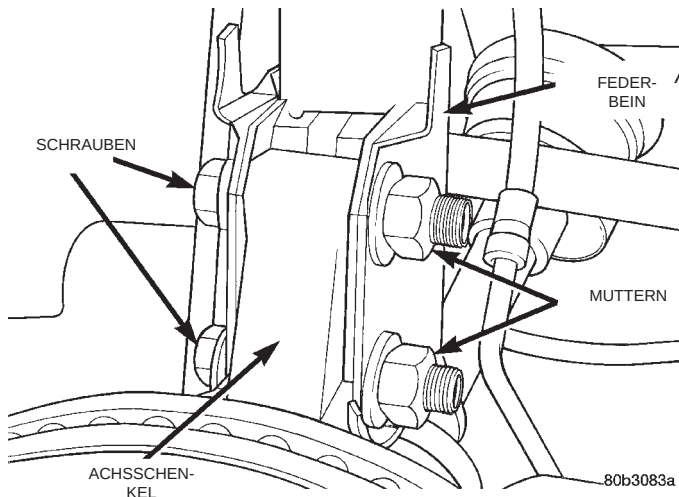
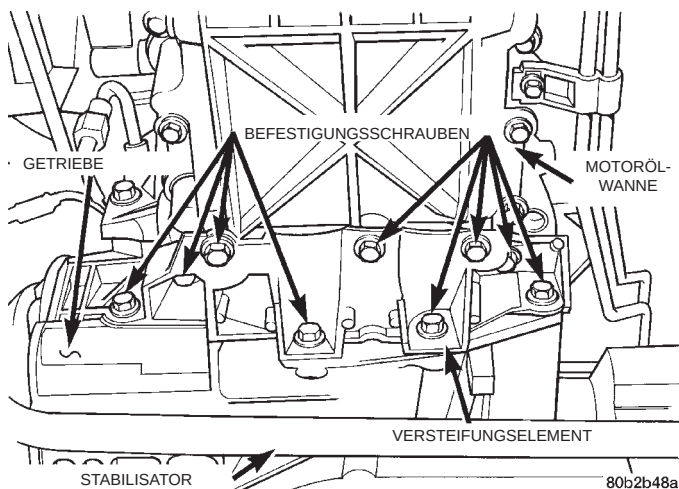
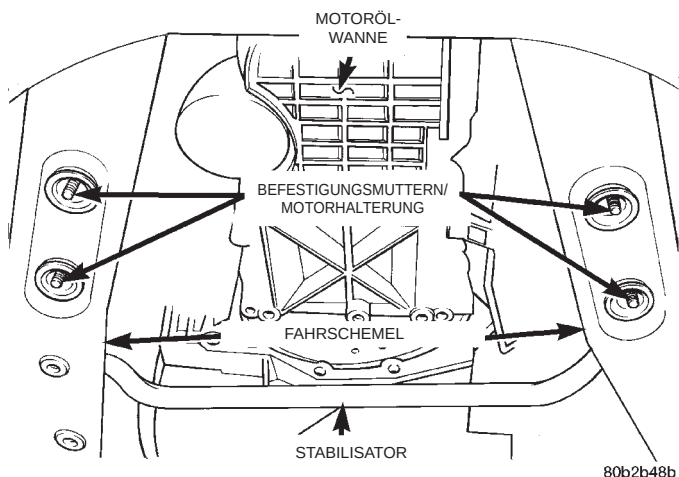

Abb. 54 Befestigungsschrauben/Federbein an Achsschenkel
Abb. 55 Versteifungselement
Abb. 56 Befestigung/Motorhalterungen an Fahrschemel
(8) Die beiden Schrauben, mit denen das Federbein am Achsschenkel befestigt ist, ausbauen (Abb. 54).
(9) Rechtes vorderes Federbein aus dem Fahrzeug ausbauen.
(10) Die neun Schrauben lösen, mit denen das Versteifungselement an Ölwanne und Getriebe befestigt ist (Abb. 55).
(11) Die vier Muttern lösen, mit denen die Motorhalterungen am Fahrschemel befestigt sind (Abb. 56).
(3) Die vier Muttern aufschrauben, mit denen die Motorhalterungen am Fahrschemel befestigt werden (Abb. 56). Die Muttern mit einem Anzugsmoment von 61 N·m (45 ft. lbs) festziehen.
(4) Versteifungselement an Motorölwanne und Getriebe anbauen. Dabei die nachstehende Reihenfolge einhalten:
- Versteifungselement an Motorölwanne und Getriebe in Position bringen (Abb. 55).
(11) Die Schrauben einbauen, mit denen das Federbein und der Achsschenkel verbunden werden (Abb. 54). Die Muttern auf die Schrauben aufschrauben. Die Befestigungsmuttern mit einem Anzugsmoment von 203 N·m (150 ft. lbs.) festziehen.